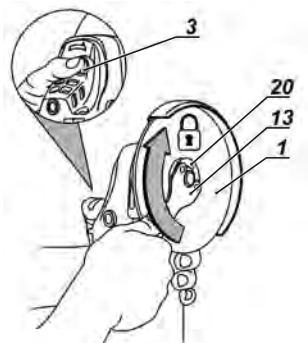

Fig. 6 – Montaje del disco en la máquina
5. Trabe el eje de la máquina presionando el botón de trabado del eje (3) y apriete la tuerca (20) en el eje (18) con la llave (13), Fig. 6.